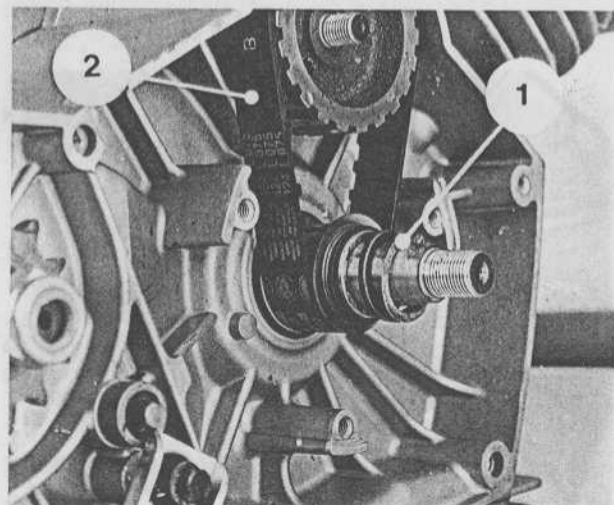

Fig. 113
Sfilare dall'albero motore la corta molla cilindrica (posta tra il rotore del generatore ed il rocchetto della cinghietta dentata) (1) (**Fig. 113**).
Slide the coil spring (placed between generator rotor and toothed belt pulley) off the crankshaft (1) (**Fig. 113**).